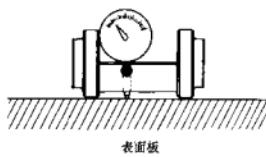

图 13-26
- 把模拟件放在平台上, 把千分表定位归零 (图 13-26)。